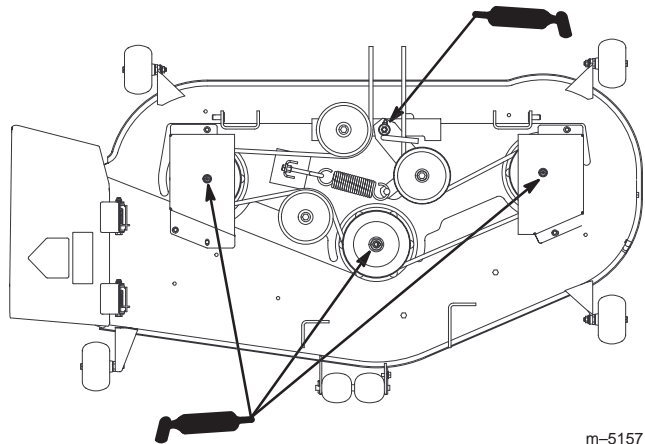

Figure 26
2. Lubrifiez les graisseurs des roulements des trois axes (Fig. 26).
3. Graissez le pivot de la poulie de tension (Fig. 26).